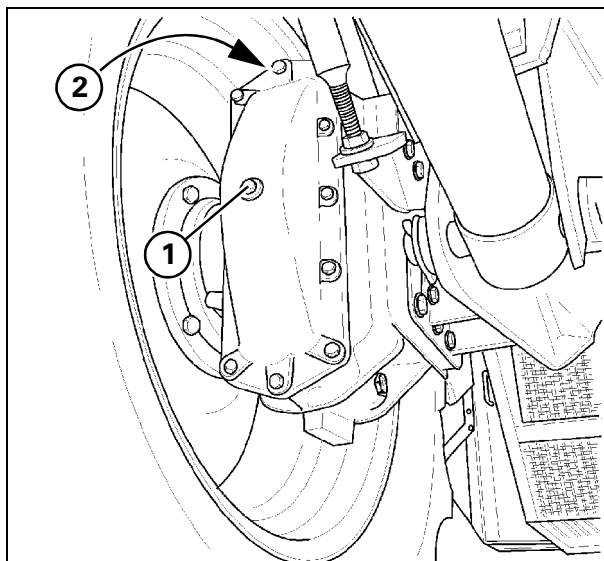

Рис. 37
29.)- Картеры конечного привода Рис. 37